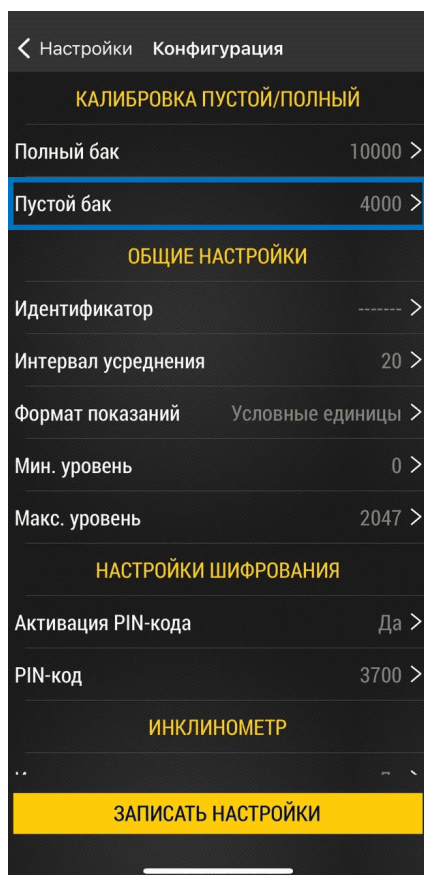

Рис.20. Меню «Конфигурация»
1. В меню «**Конфигурация**» выберите настройку «**Пустой бак**» (**Рис.20**). Откроется меню установки показаний пустого бака. Анимация на экране отображает текущие показания и наличие колебаний.